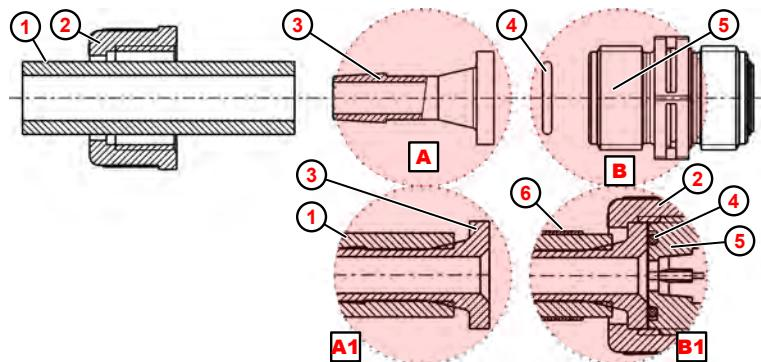

Fig. 9: Collegamento tubi rigidi e tubi flessibili con raccordo filettato di fissaggio e fascetta tubo flessibile
1. ➤ Tagliare il tubo flessibile (Fig. 9 , ①) diritto.
2. ➤ Fare scorrere la fascetta stringitubo ⑥ nel tubo flessibile ①
3. ➤ Fare scorrere il dado per raccordi ② nel tubo flessibile ① .
4. ➤ Fare scorrere il tubo flessibile ① fino al collare di arresto sul raccordo filettato di fissaggio ③ (dettaglio A1).
5. ➤ Inserire l'O-Ring ④ nel dado della valvola di aspirazione/di mandata ⑤ .
6. ➤ Serrare il dado per raccordi ② .
7. ➤ Far scorrere la fascetta stringitubo ⑥ nella parte inferiore e serrare (dettaglio B1).